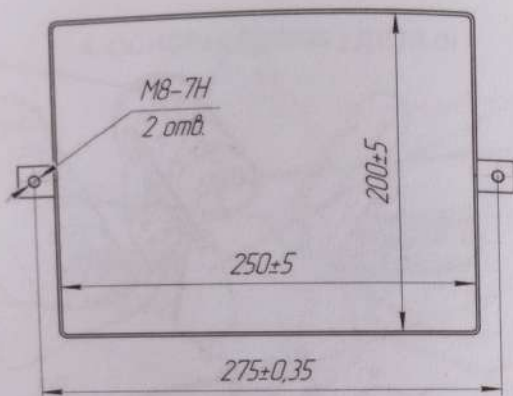

Рис.3: Розміри рамки, що закладається в топливник печі
7.1. Закріпити рамку за допомогою розчину і розтяжок з дроту на топливник печі, витримуючи розмір 275мм (розміри рамки на рис.3). При цьому, необхідно забезпечити відстань від пальників до плити печі не менше 150мм.